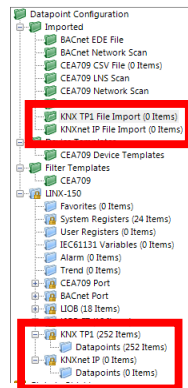

Abbildung 164: Ansicht des Datenpunktmanagers mit der KNX-Verzeichnisstruktur
- Die Verzeichnisstruktur (Abbildung 164),